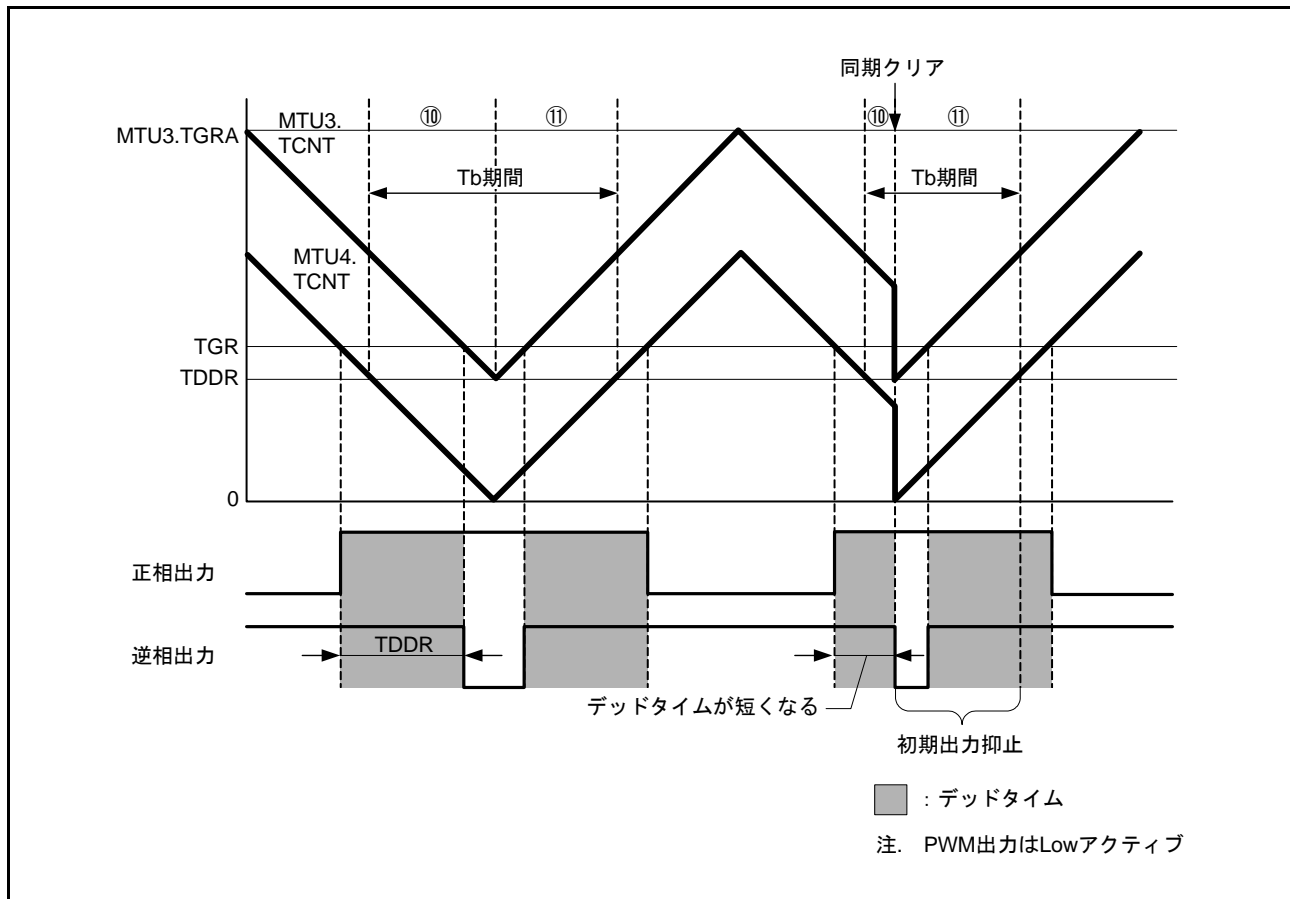

図 23.111 同期クリア例 (条件 1 の場合)
条件 1 : 初期出力の抑止期間⑩にて、PWM 出力がデッドタイム期間中に同期クリアした場合 (図 23.111 参照)。